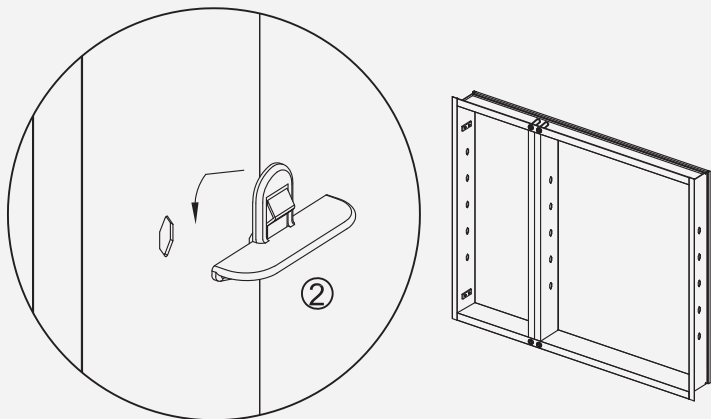

Fig 16
1. Inserte el clip ② transparente del estante en la ubicación del agujero correspondiente, utilizando 2 clips por estante (Fig 16).